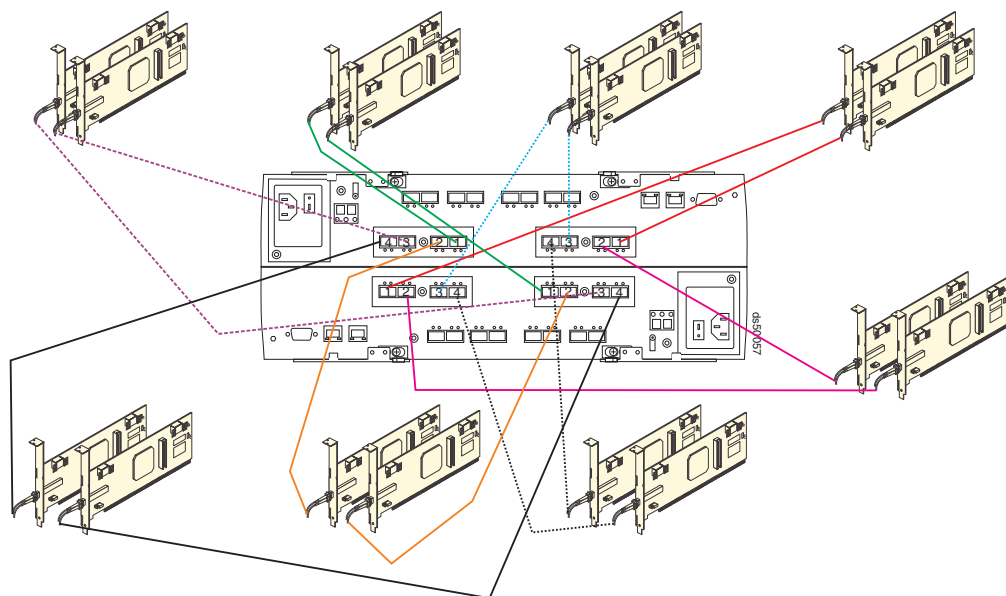

図 84. 8 つの冗長ホスト接続のケーブル接続図
3. その他の冗長ホスト接続ごとに、ステップ 1 および 2 を繰り返します。147 ページの図 84 に示されているとおり、最大 8 つの冗長ホスト接続が可能です。
注: 147 ページの図 84 は、ホスト・ポートが 8 セットの FC ホスト・バス・アダプター (HBA) に接続されていることを示します。必要に応じて、これらの FC HBA のセットの 1 つまたはすべてを FC スイッチに置き換えることができます。